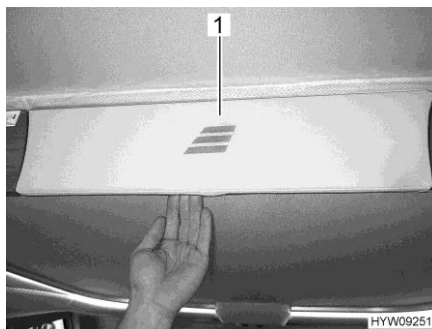

Fig. 96 Diaframma (letto basculante)
- Tirare il diaframma (Fig. 96,1) per sbloccare il letto basculante.